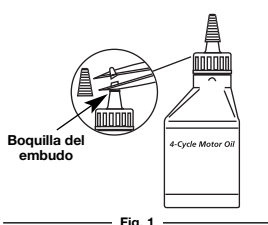

Fig. 1
Su unidad trae una botella de aceite SAE 30 SF, SG, SH de 90 ml (3.04 onzas fluidas) (Fig. 1).
1. Desenrosque la tapa de la botella de aceite y retire el sello de papel que cubre la apertura. Vuelva a colocar la tapa. Corte la punta de la boquilla del embudo (Fig. 1).